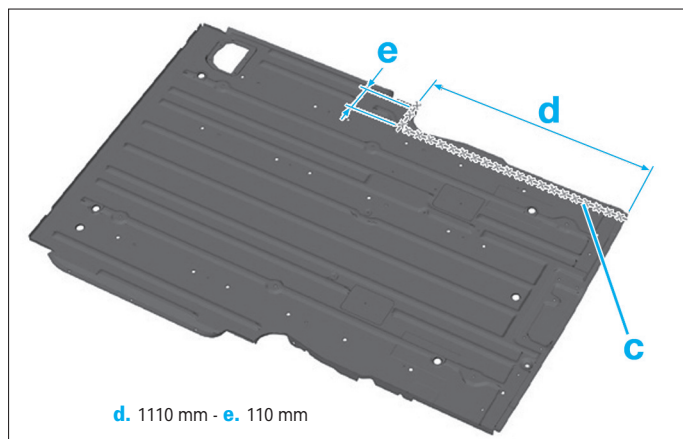

FIG. 92
- Tracer puis découper le planche arrière en (c) (Fig.92).